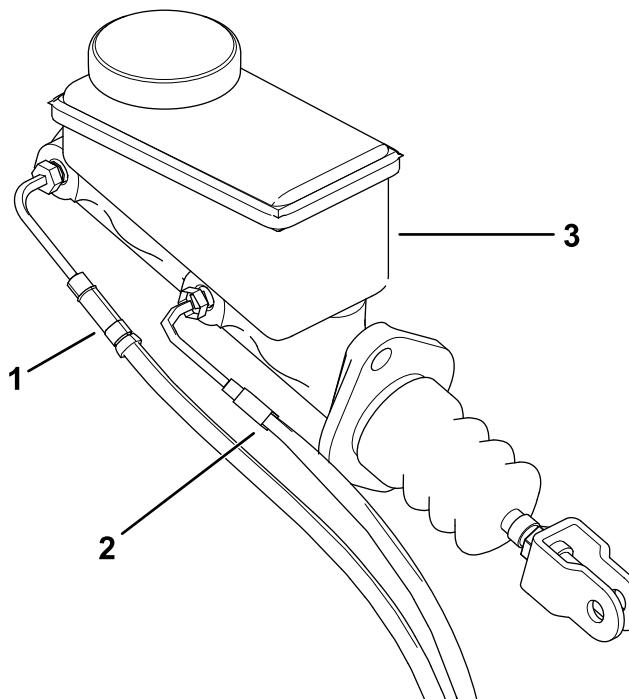

図5
5. マスターシリンダから前と後のブレーキラインを取り外す図5。
3. マスターシリンダに前と後のブレーキラインを取り付ける図5。